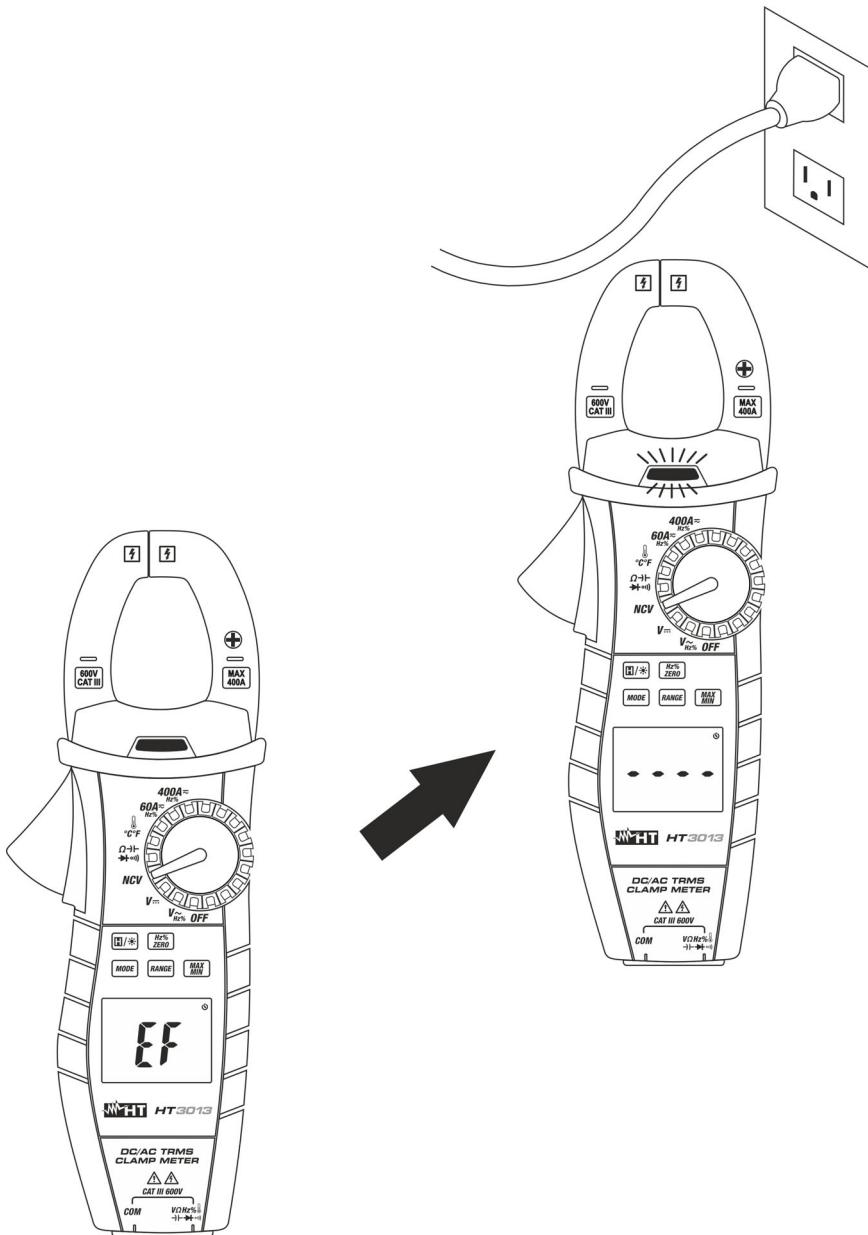

Fig. 4: Detection de Tensión CA sin contacto (NCV)
2. Mueva el instrumento a cerca del punto en examen (ver Fig.4)
4. Posicione las puntas de prueba en los puntos deseados del circuito en examen (vea Fig. 4). El valor de la frecuencia (Hz) o del duty cycle (%) se muestra en pantalla